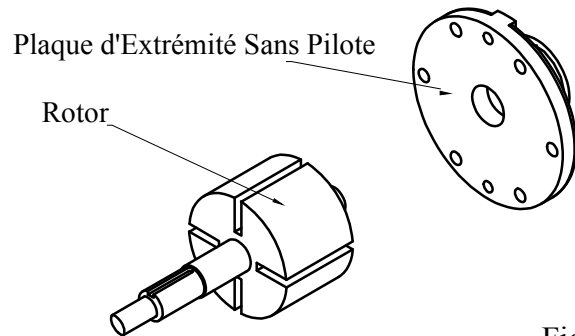

Fig. 3
7. Tirez le rotor et retirez le plateau final du non-drive. Reportez-vous sur la figure .3.